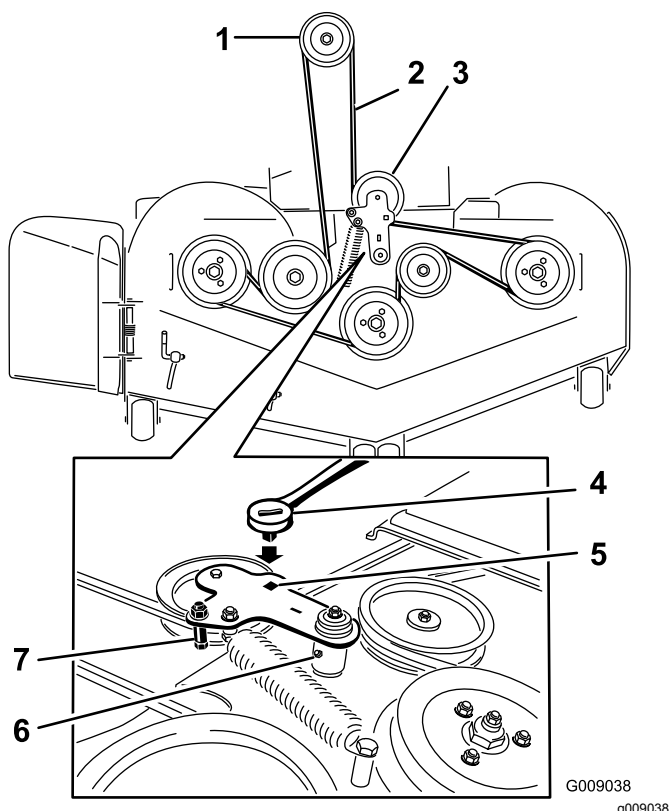

Figura 84
7. Utilize uma lingueta no orifício quadrado no braço intermédio para retirar a tensão da mola intermédia (Figura 84).
9. Retire a guia da correia no braço intermédio da mola (Figura 84).
11. Instale a nova correia à volta das polias do cortador e da polia da embraiagem por baixo do motor (Figura 84).
12. Coloque a guia da correia no braço intermédio (Figura 84).
13. Utilizando a lingueta no orifício quadrado, instale a mola intermédia (Figura 84).